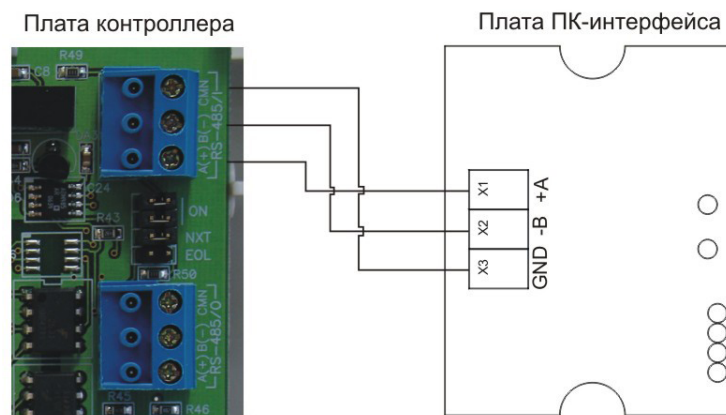

Рисунок 4. Подключение шины RS-485 к распределительной коробке
- Подключите линию связи контроллеров (шина RS-485) к плате интерфейса (рисунок 4);